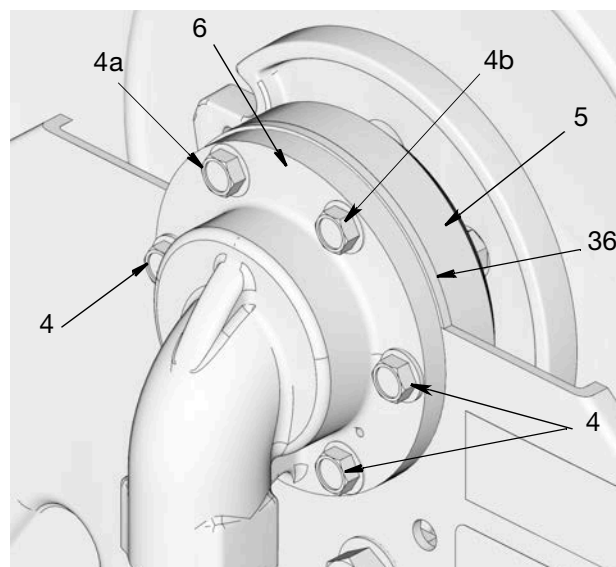

FIG. 24
9. Ponga primero los 2 pernos superiores (4a y 4b) por el bastidor y la entrada (6), como se muestra en la FIG. 24. Apriete los pernos lo suficiente para sostener todo en su lugar.
10. Luego instale los pernos restantes (4). Ajuste con la mano y luego apriete todos los pernos a 33,9 - 47,45 N•m (25 - 35 lb-pie).